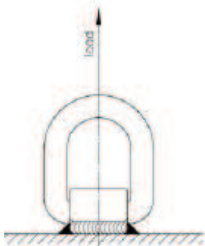
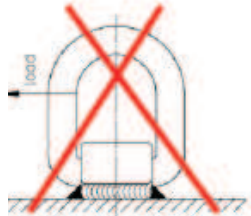
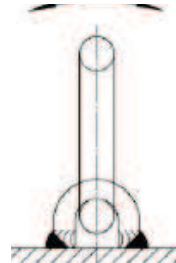

Bild 1
Bild 2
Bild 3
Auf die richtige Auswahl u. Anzahl der Anschlagösen in Bezug auf die zu hebende Last achten. Der rote Bügel muss nach dem Schweißen ohne zu klemmen um 180° schwenkbar sein (s. Bild 3). Die Belastung darf nur in Ringachse erfolgen (s. Bild 1). Eine Belastung quer zur Ringachse ist nicht zulässig (s. Bild 2). Einsatztemperatur: -20°C bis 400°C.
- Belastung darf nur in der vorgegebenen Richtung (siehe Bild 1) mit der Tragfähigkeit lt. Tabelle erfolgen.